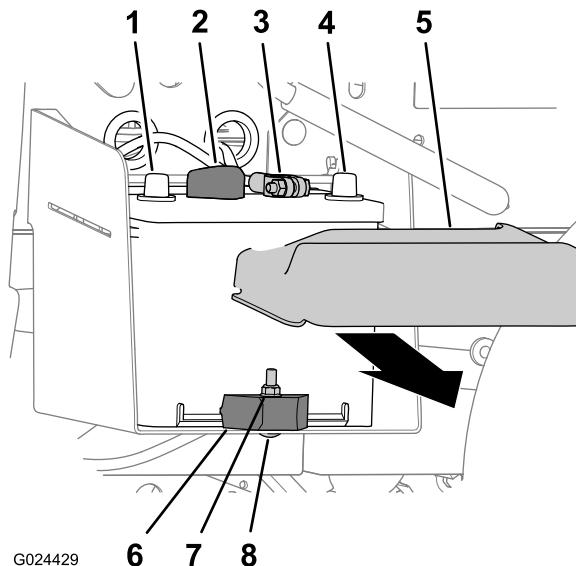

Рисунок 49
1. Сожмите стороны крышки аккумулятора и снимите крышку с его верхней части (Рисунок 49).
2. Отсоедините отрицательный кабель от клеммы аккумуляторной батареи (Рисунок 49).
3. Отсоедините положительный кабель от клеммы аккумуляторной батареи (Рисунок 49).
2. Отверните контргайку, снимите вагонный болт и зажим крепления аккумулятора к его лотку (Рисунок 49).
3. Извлеките аккумулятор из лотка (Рисунок 49).
- Поместите аккумуляторную батарею в аккумуляторный отсек в автомобиле (Рисунок 49).
**Примечание:** Убедитесь, что положительный и отрицательный штыри аккумулятора выровнены, как показано на Рисунок 49.
- Прикрепите аккумулятор к лотку аккумулятора с помощью зажима, вагонного болта и контргайки (Рисунок 49).
- Подсоедините положительный кабель к клемме аккумуляторной батареи (Рисунок 49).
- Подсоедините отрицательный кабель к клемме аккумулятора (Рисунок 49).
- Установите крышку аккумулятора на его верхнюю часть (Рисунок 49).